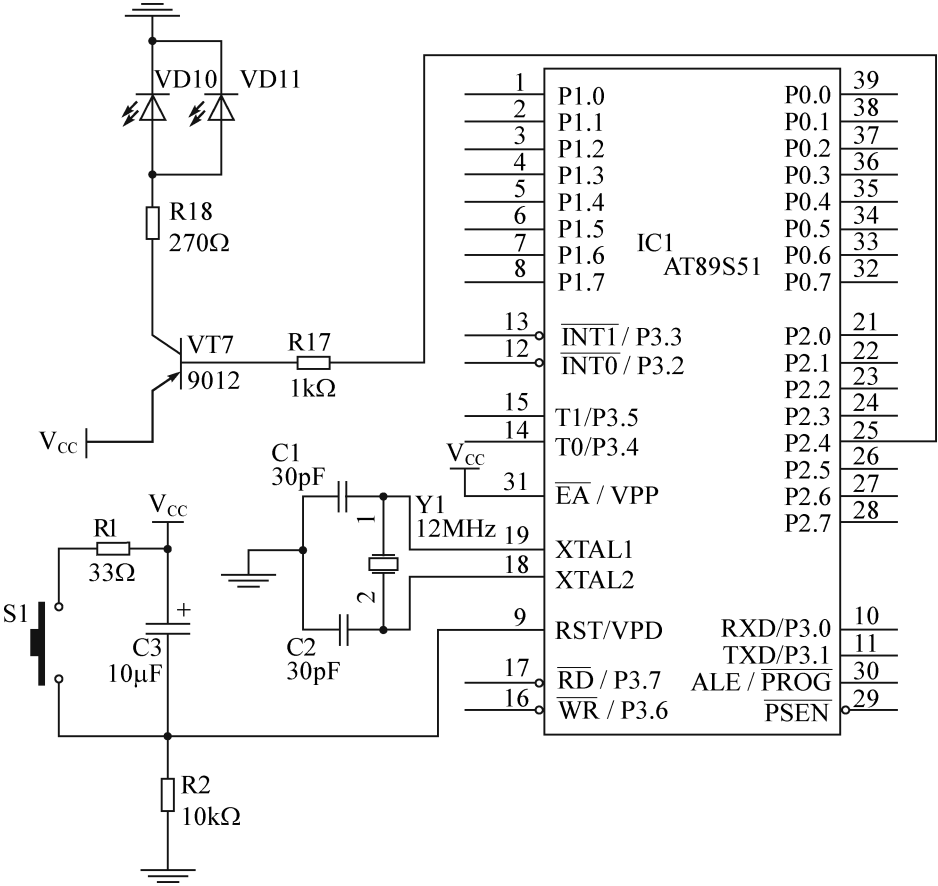

图 6-4 1s 定时闪烁电路
根据任务要求，1s 定时闪烁电路如图 6-4 所示。P2.4 输出低电平使发光二极管发光。
- ① 按图 6-4 所示电路原理图在万能实验板中绘制电路元器件排列布局图；
- ② 按布局图依次进行元器件的排列、插装；
- ③ 按焊接工艺要求对元器件进行焊接，背面用φ0.5～φ1mm 镀锡裸铜线连接，直到所有的元器件连接并焊完为止。